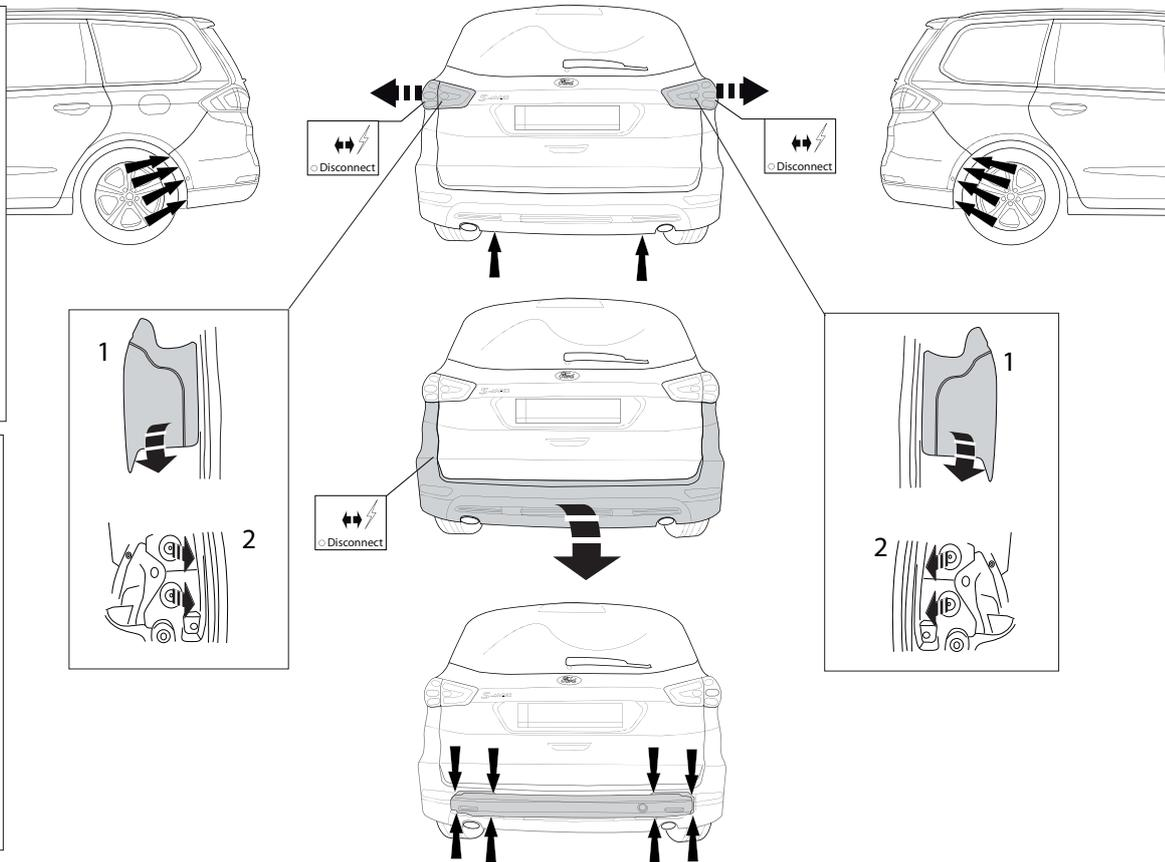

Fig.1
- 3 Снять оба блока задних фар. Снять бампер вместе со стальным буферным брусом автомобиля; буферный брус больше не понадобится. Поставить болты на место. См. рисунок 1.